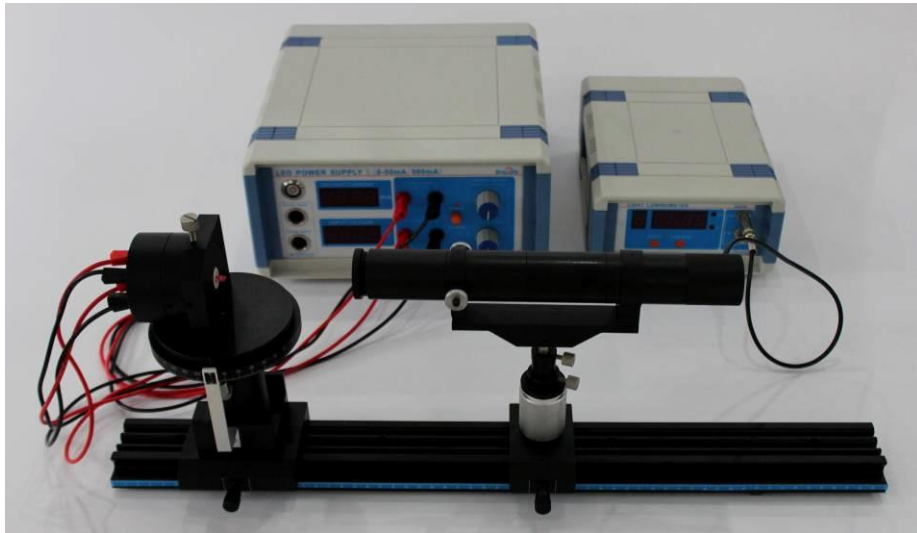

图 18 光空间分布测试实验搭建图
- 1、核对上图 18 中所示实验部件。用 4 根实验导线连接好 LED 夹具电流端、电压端和恒流源电流输出端和电压输入端，将 LED 插装于夹具上，把夹具固定在光源调整平台上，此时应将转动盘上的刻线与中心线对齐。将照度计探头探头的保护盖拧下并置于光阑筒末端，并将照度计连接头插于面板的 A 端口（lux）。（**注意：LED 的较长脚为正极，对应夹具的“+”端口**）